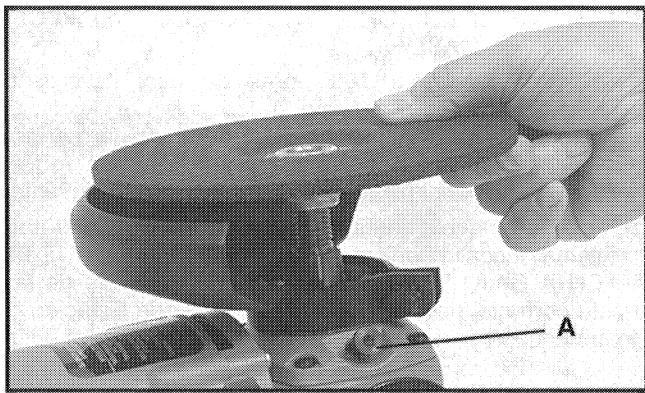

Fig. 6
5. Apriete la clavija (A) Fig. 6, del cerrojo de eje para asegurar la rueda, y manteniendo la máquina con una mano, gire la rueda en el sentido de las manecillas del reloj con la otra. Apriétela firmemente con la mano.
Use la rueda de amolar con centro de depresión y el protector (vea la Fig. 6). Coloque el protector de manera que desvíe al sentido opuesto del operario las astillas o los pedazos de rueda que puedan quebrarse involuntariamente. Monte la agarradera auxiliar en cualquier lado de la caja de engranajes. Agarre bien el mango trasero y la agarradera auxiliar. Antes de poner en marcha o parar el motor, alce el mango trasero hasta que sólo la parte delantera de la rueda esté tocando el trabajo. Cuando la esmeriladora no esté en uso colóquela en el apoyo y la agarradera trasera. Para instalar la rueda de amolar con centro de depresión, vea PARA INSTALAR LA RUEDA DE AMOLAR CON CENTRO DE DEPRESIÓN.